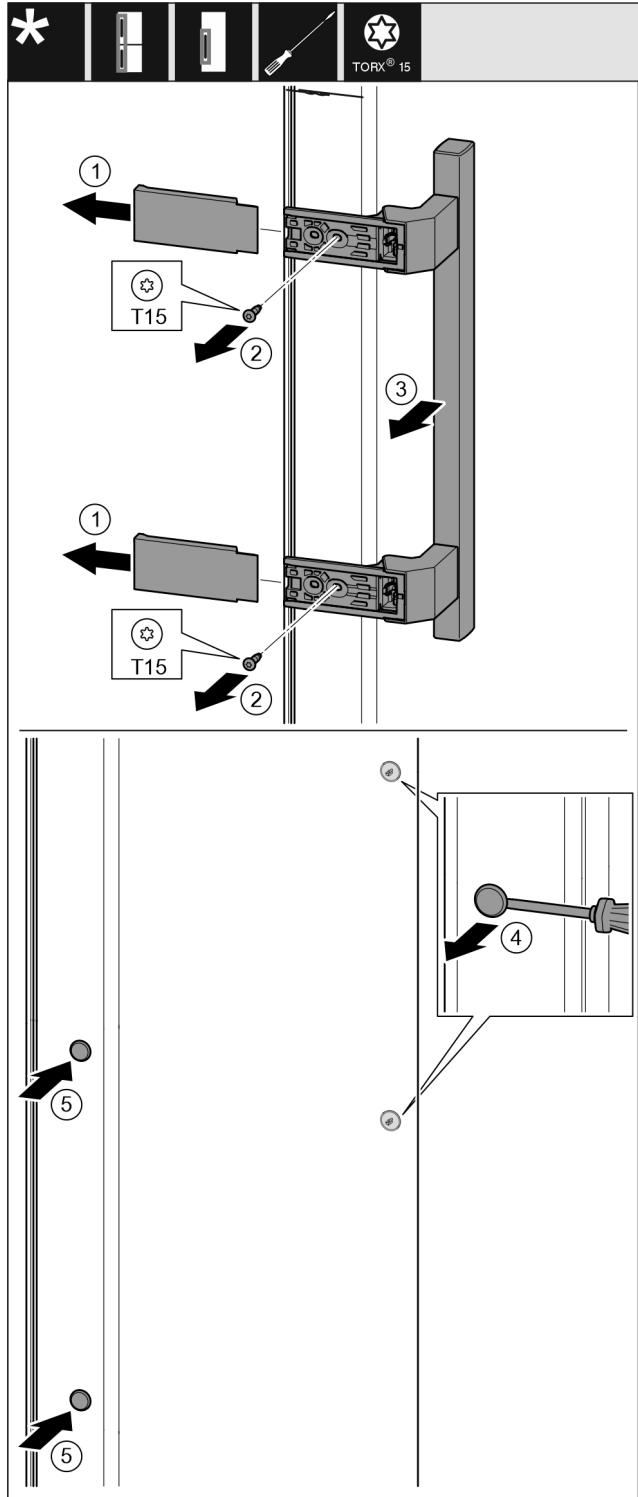

Fig. 28
- Húzza le a fedelet. Fig. 28 (1)
- Csavarja ki a csavarokat a T15 csavarhúzóval. Fig. 28 (2)
- Vegye le a fogantyút. Fig. 28 (3)
- Óvatosan emelje meg az oldalsó dugókat lapos csavarhúzóval, és húzza ki őket. Fig. 28 (4)
- Tegye vissza a dugókat a másik oldalra. Fig. 28 (5)